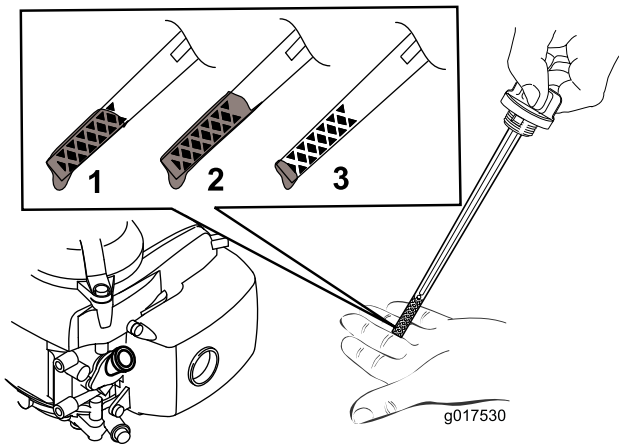

図 5
**注** ディップスティックで量を確認しながら **図 5** に示される適正量までオイルを入れる。オイルを入れすぎてしまった場合には、「エンジンオイルの交換」の項に従って余分なオイルを抜き取ってください。